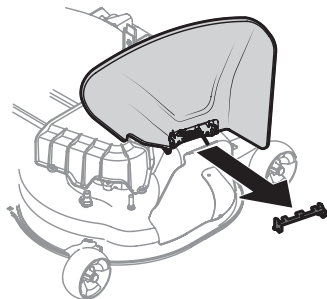

Figura 4
1. Inspeccione la plataforma del tractor para ver si hay una traba de seguridad que pueda estar sujetando el deflector del canal hacia arriba para el envío. Si la traba está presente, se la debe extraer antes de hacer funcionar el tractor. Sosteniendo el deflector del canal totalmente hacia arriba, extraiga la traba de seguridad. Baje el deflector del canal y descarte la traba de seguridad (Figura 4).